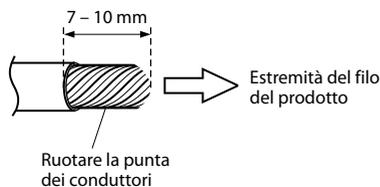

Fig. 5
2. Rimuovete l'isolamento dalle estremità del filo di circa 7 – 10 mm. (Fig. 5)